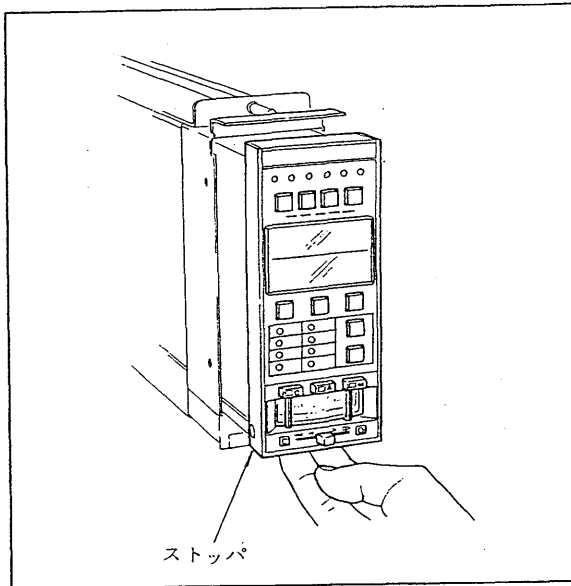

図 5.2.1 内器の引き出し
- ① 正面下部に手も当て、ストッパを押し上げながら引出します。計器側面のサイド・パネルが見える位置で中間ストッパが働き、それ以上引き出せなくなります。(図5.2.1)。